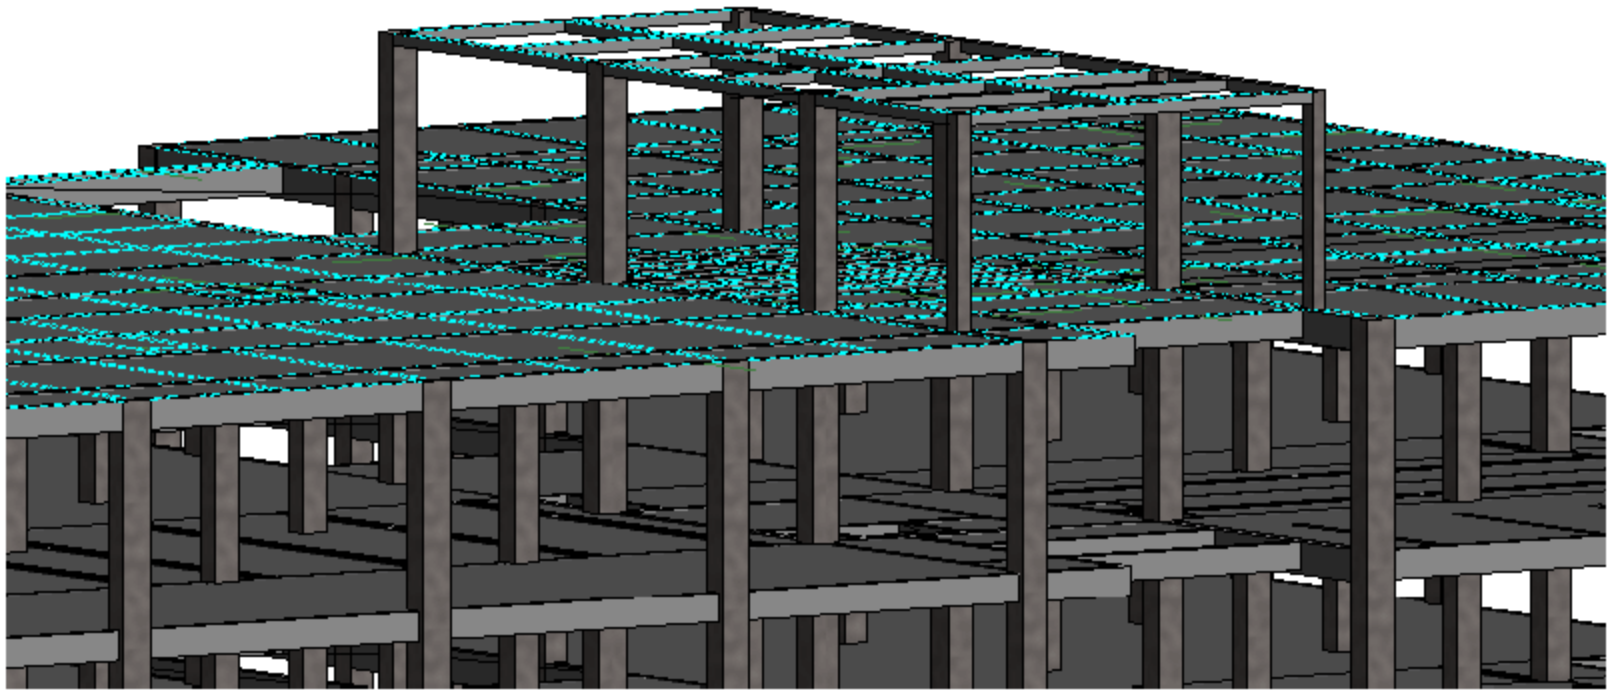

图 5.2.31 屋面柱 3D 图
(7) 屋面柱绘制方法介绍完毕，剩余的柱按照上述步骤即可完成。绘制完成后，保存项目，3D 效果，如图 5.2.31 所示。